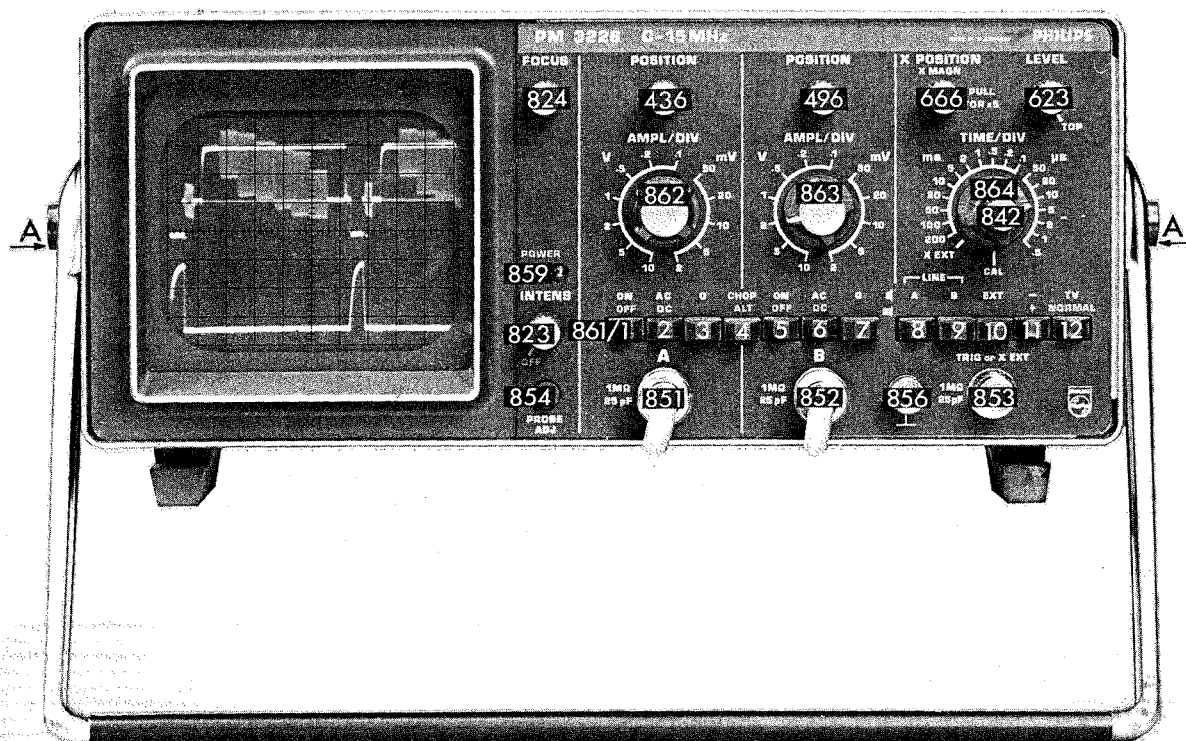

Abb. 2.2. Frontansicht mit Angabe der Bedienungsorgane
Das Gerät kann in horizontaler Lage, in vertikaler Lage, oder mit Hilfe des heruntergeklappten Tragbügels in verschiedenen gekippten Lagen aufgestellt und betrieben werden. Um den Tragbügel frei zu setzen, beide Schwenknöpfe A (siehe Abb. 2.2) drücken.
2.1.6. Bedienungorgane und Buchsen (Abb. 2.2.)
- den Handgriff von der Frontplatte wegschwenken, dazu sind die beiden Verriegelungsknöpfe A (siehe Abb. 2.2.) zu drücken.